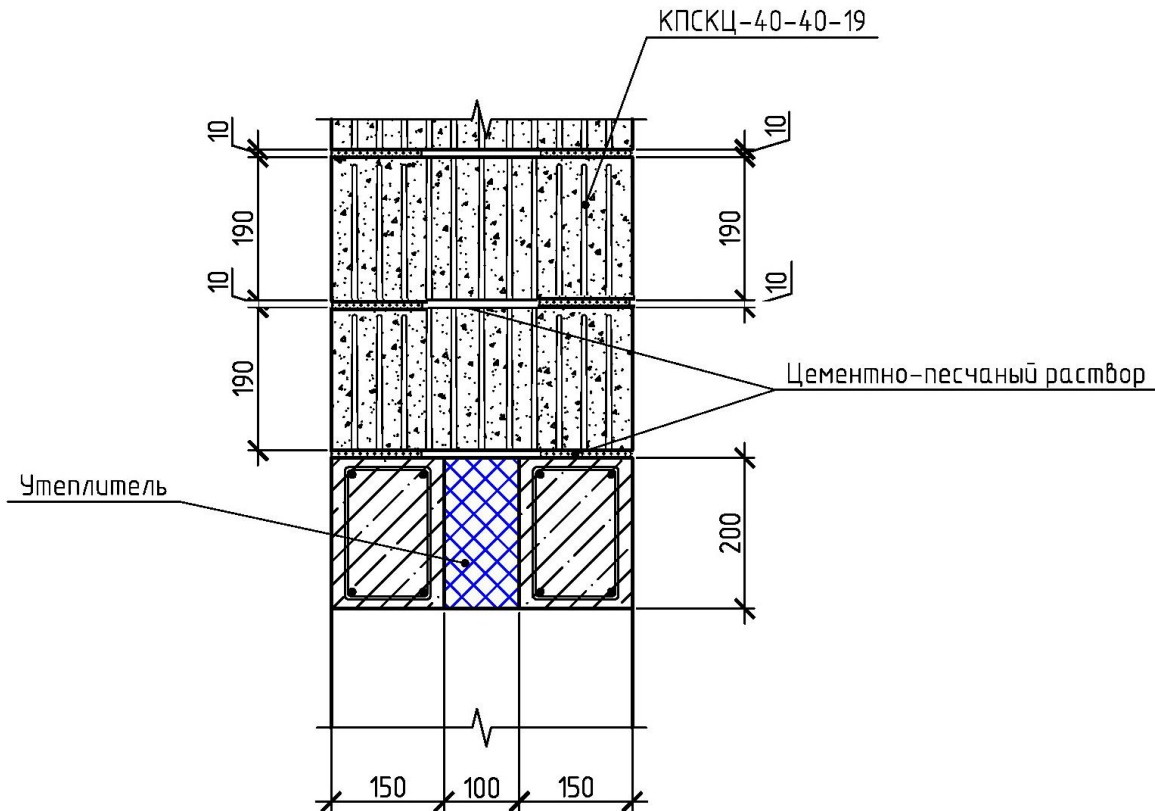

Рис. 13: Монтажный узел ж/б перемычки.
- Для несущих стен применяется монолитная армоперемычка со вставкой из утеплителя повышенной жесткости (Пеноплекс) Рис.13.